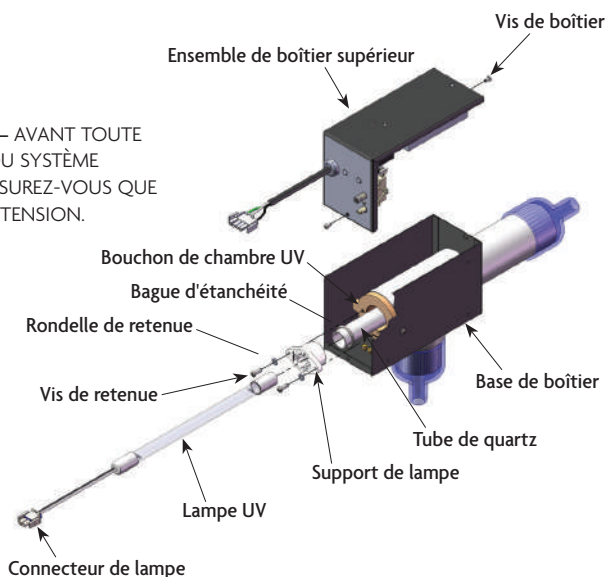

Figure 2: Vue éclatée du spa Solar Eclipse
1. Si l'indicateur de tension vert est allumé, mais que l'indicateur bleu de la lampe UV est éteint, celle-ci devra être remplacée. Pour une désinfection UV optimale, remplacez la lampe UV tous les 18 mois. Référez-vous à la Figure 2.